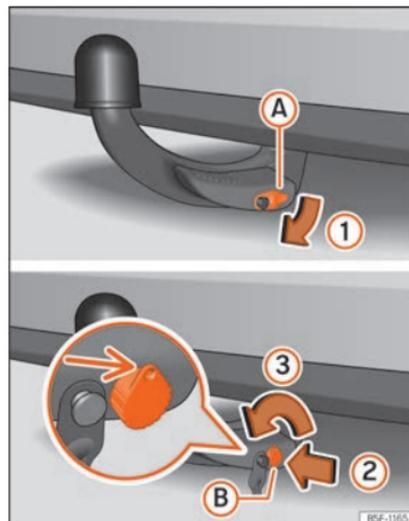

Fig. 175 Desmontar o gancho de reboque »
- Retire a tampa (A) da fechadura (1) » Fig. 175.
- Introduza a chave (B) na fechadura (2) » Fig. 175.
- Rode a chave para a esquerda (3) apenas meia volta, até que o orifício da chave fique acima » Fig. 175.